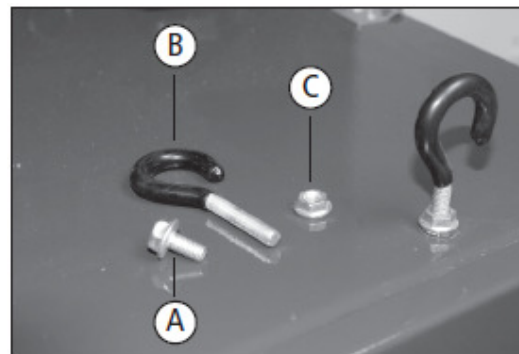

Abb. 2
Lieferumfang (Abb.2)
Entfernen Sie die vier Hakenschrauben von dem oberen Gehäuse. (Abb. 2, A)
3. Befestigen Sie das Gerät mit den mitgelieferten vier Hakenschrauben (Abb. 2, B), und vier Sechskantmutter. (Abb. 2, C)